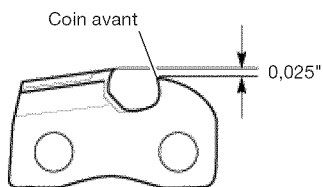

Figure 35 – Limage en arrondi du coin avant du limiteur de profondeur
3. Retirez le gabarit d'affûtage puis, à l'aide de la lime plate, arrondissez le coin avant du limiteur de profondeur de la gouge (voir figure 35).